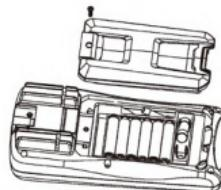

рис.15
2. Шаги операции по замене батареи или патронного предохранителя (см. рис.15):